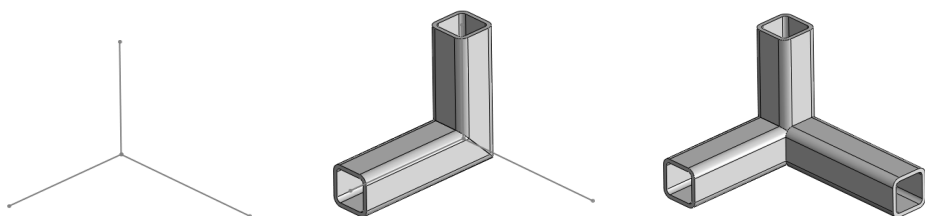

图 9-17 角落处的结构构件
4) 同一操作中，不能选择超过两个共享端点的路径线段建立构件，如图 9-17 所示，因此要建立角落部分的构件，必须通过创建新组来实现。